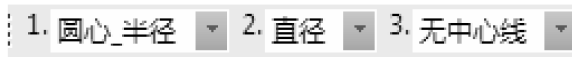

图 2-57 圆的立即菜单
4) 绘制 $\phi 30\text{mm}$ 的圆。改变线型为实线，单击圆按钮 ，弹出立即菜单，如图 2-57 所示。